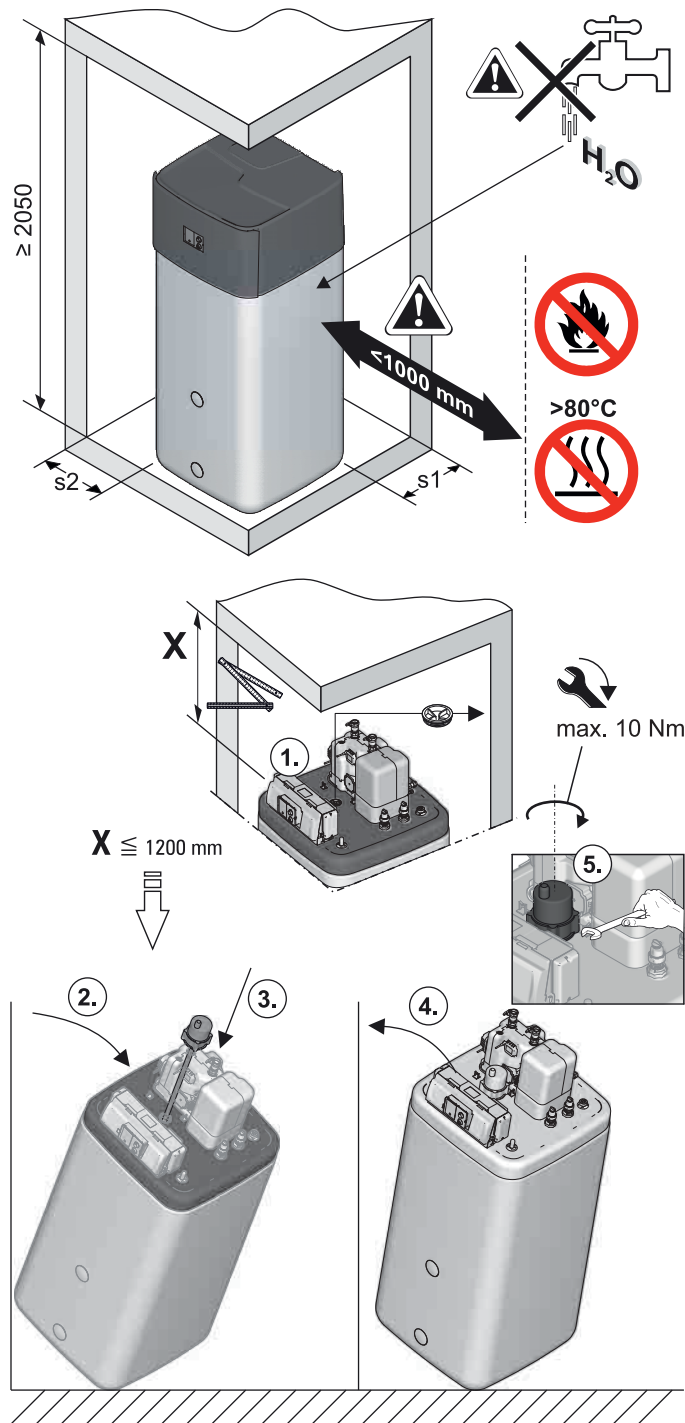

Fig. 4-5 Installazione (rappresentata su ROTEX HPSU compact 508/516 con montaggio del Backup-Heater opzionale)
- Distanze raccomandate (fig. 4-5):
- Se necessario montare un Backup-Heater (BUxx) opzionale in ROTEX HPSU compact (fig. 4-5).